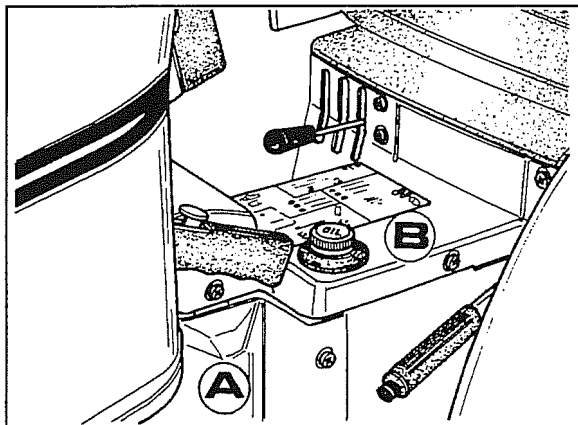

Fig. 1
- 1 Retirar a protecção central **B**, a parte lateral **A** e aquele sobre o lado oposto tal como ilustrado na fig.1.